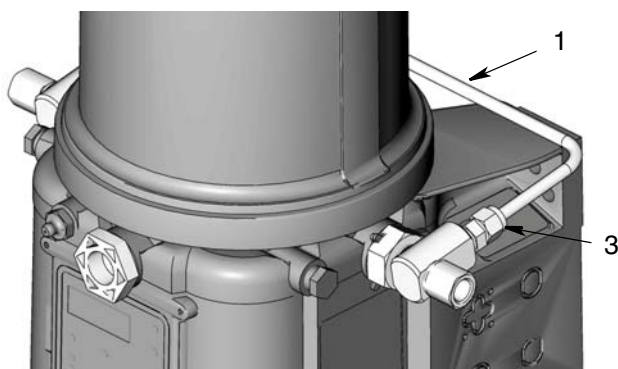

FIG. 5
10. Installare il tubo (1) tra i due raccordi cavi. Potrebbe essere necessario allentare il raccordo cavo per installare questo tubo (FIG. 5).